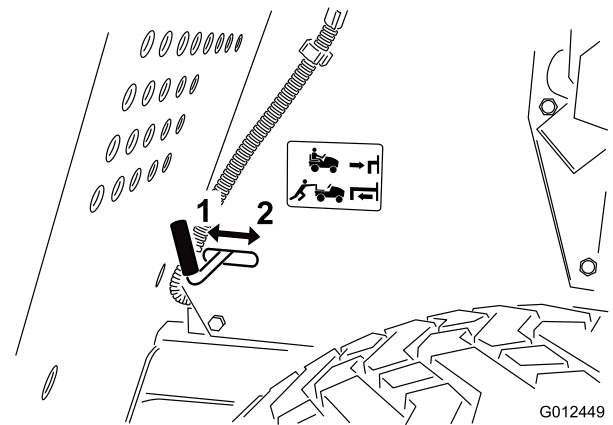

Figura 14
7. Estraiete il comando della trazione (sul retro della macchina) in posizione di spinta (Push) (Figura 14).
2. Inserite il comando della trazione in posizione di funzionamento (Figura 14) per ingranare la trazione.